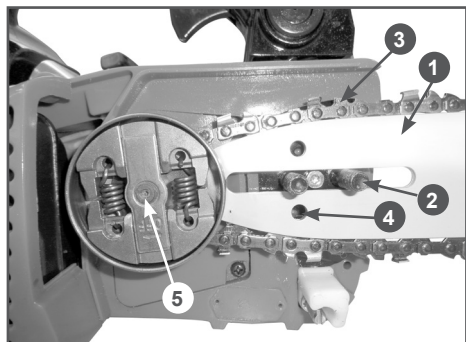

Рис. 3 Установка шины и цепи
5. Установите направляющую шину (1) на шпильки (2) так, как показано на Рис. 3 и сдвиньте ее в сторону муфты сцепления (5) для облегчения установки пильной цепи.
6. Установите пильную цепь на направляющую шину так, как показано на Рис. 3. При установке цепи следите за тем, чтобы режущая кромка зуба (3) была расположена вперед по ходу движения цепи, т.е. по часовой стрелке.
При установке крышки следите за тем, чтобы палец натяжения цепи совпал с отверстием (4) в направляющей шине (Рис. 3).